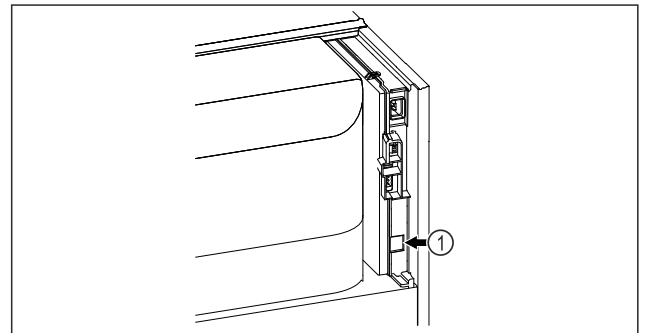

Fig. 183
- SmartModule Fig. 183 (1) встановлено.